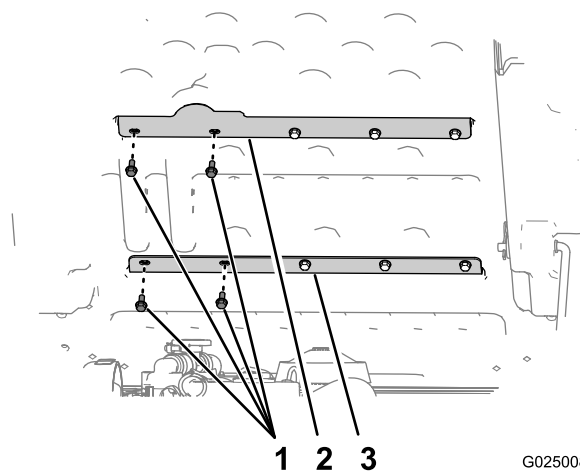

Рисунок 4
2. Выверните 2 крайних левых болта (5/16 x 3/4 дюйма), которые крепят нижнюю поперечину кузова к кузову (Рисунок 4).
1. Выверните 2 крайних левых болта (5/16 x 3/4 дюйма), которые крепят верхнюю поперечину кузова к кузову (Рисунок 4).